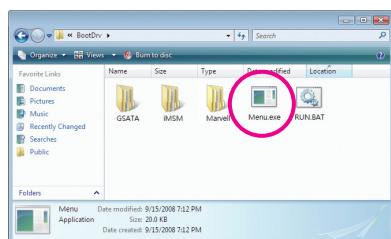
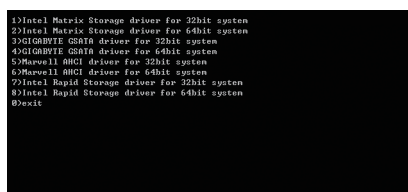

図 4
図 5
- 2: 光学ドライブフォルダから、**BootDrv**フォルダの **Menu.exe**ファイルをダブルクリックします (図4)。図5のようなコマンドプロンプトウィンドウが開きます。
- 3: 空のフォーマット済みディスクを挿入します。メニューから対応する文字を押すことでコントローラドライバを選択し、<Enter>を押します。例えば、図5でメニューから、